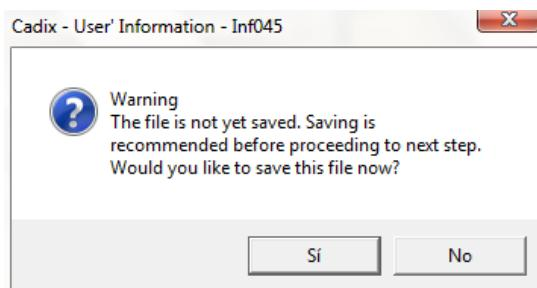

Figura 5.81: Aviso para guardar el proyecto antes de imprimir
**Imprimir archivo:** según los cambios realizados en la configuración de la impresora (ícono a su izquierda) se imprimirá el documento o documentos seleccionados. Si el proyecto no ha sido guardado con antelación saldrá un cuadro como el de la figura 5.81, informando de que el archivo no ha sido guardado y es recomendable antes de realizar el siguiente paso, si se quiere guardar el archivo antes de imprimirlo darle a “Sí” en caso contrario a “No” y el archivo será impreso sin haber sido guardado.